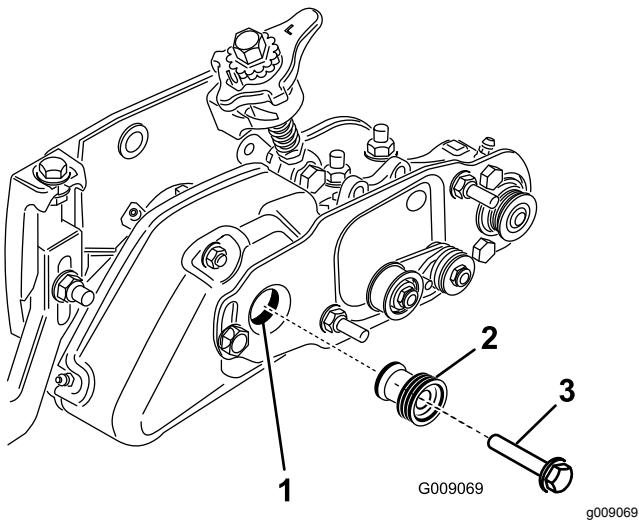

図 31
- グルーマプーリを駆動シャフトに固定しているボルトを取り外す図 31。
- ブラシ駆動プーリをグルーマ駆動プーリに差し込んで駆動シャフトに通す図 31。プーリのタブが駆動シャフトのスロットにきっちりと嵌まるように取り付けること。
- フランジヘッドボルト $3/8 \times 2"$ を使って駆動プーリをシャフトに固定する図 31。ボルトを $47-54 \text{ N}\cdot\text{m} 3.7-4.6 \text{ kg}\cdot\text{m} = 35-40 \text{ ft-lb}$ にトルク締めする。